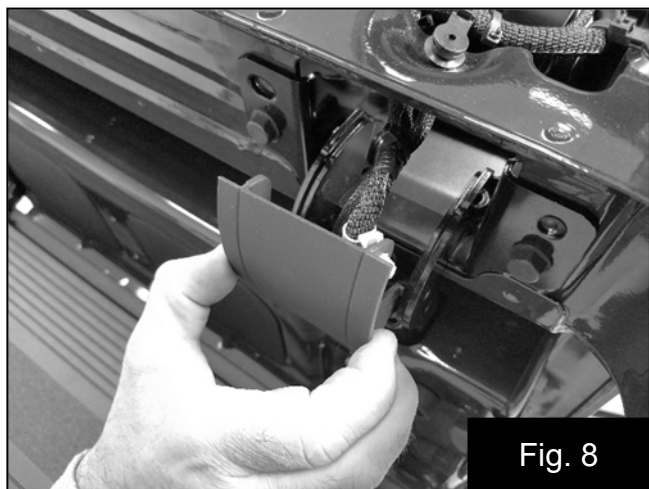

Fig. 8
11. Rabattez la section intérieure du hayon et détachez le cache de charnière en plastique du côté passager pour faciliter l'acheminement du faisceau. Fig. 8